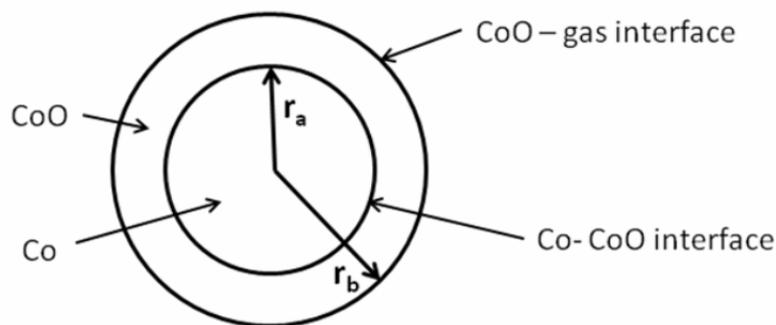

Fig. 2
Immagina ora che CoO formi uno strato sferico attorno a una nanoparticella di Cobalto. In tal caso la nanoparticella contiene sia il reagente (Co) che il prodotto (CoO) (fig. 2).
2.3.4 All'inizio dell'ossidazione spontanea del cobalto, Co, il raggio dei due strati nella nanoparticella (Fig. 2) sono quasi uguali, $r_a = r_b = r_0$, e $\Delta_r G^0(1, r_a, r_b) = \Delta_r G^0(1, r_0)$. Ammetti che $\sigma_{\text{CoO-gas}} = 2\sigma_{\text{CoO-Co}}$. Quale grafico nel blocco risposte descrive correttamente la dipendenza di $\Delta_r G^0(1, r_0)$ da r_0 ?